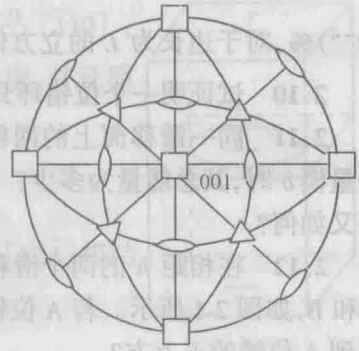

图 1-1
1.32 立方系晶体 (001) 标准投影图如图 1-1, 试在 (001) 标准投影图上确定极点: (111) , $(\bar{1}11)$, $(1\bar{1}1)$, $(\bar{1}\bar{1}1)$, $(\bar{1}12)$, $(\bar{1}\bar{1}0)$ 的位置。